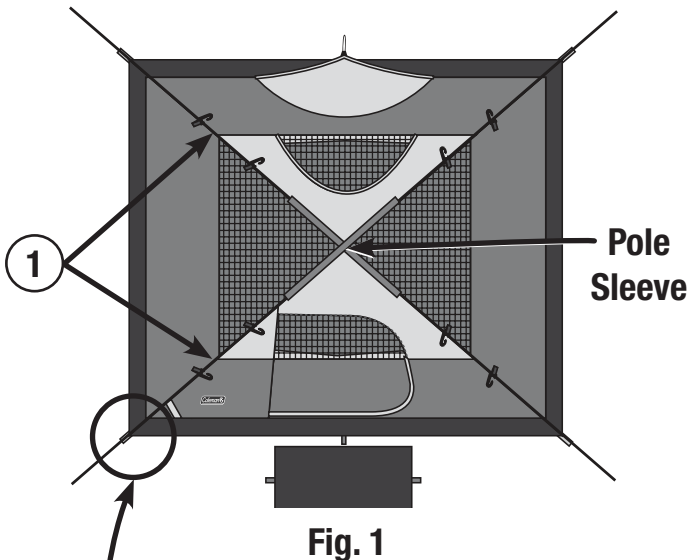

Fig. 1
- Layout and position the tent with door facing desired direction. (Fig. 1)
- Étalez la tente en orientant l'entrée dans la direction désirée. (Fig. 1)